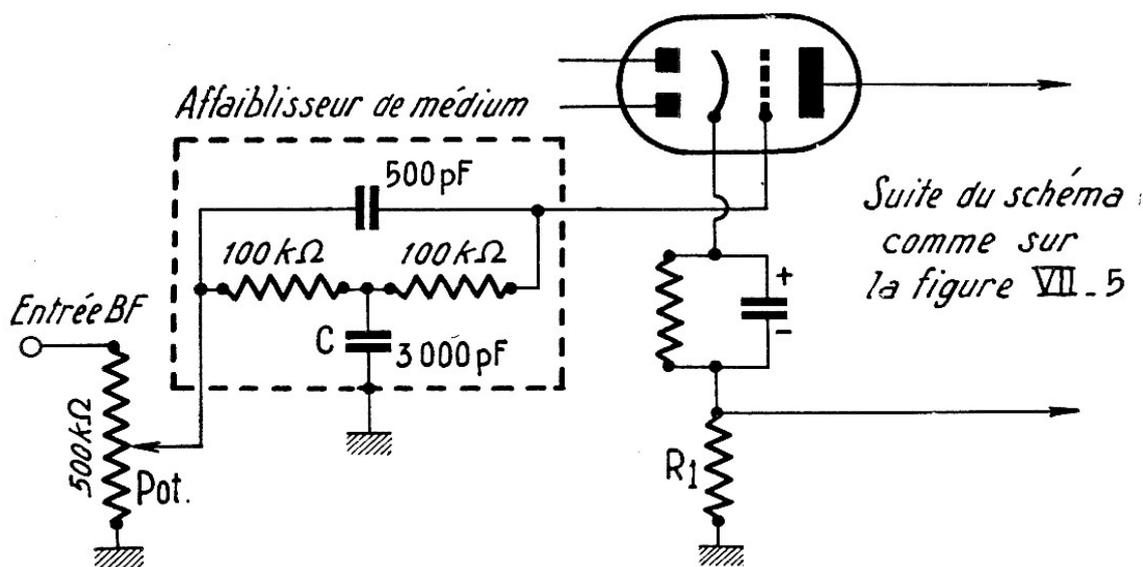

FIG. VII-7
a) Un circuit en T shunté, affaiblissant le médium, intercalé dans la grille du premier tube BF (voir la fig. VII-7) ;
C'est la valeur du condensateur C de la figure VII-7 qui détermine l'affaiblissement apporté sur le médium ; une capacité de 3 000 pF donne généralement satisfaction. Plus cette capacité est forte, plus l'atténuation est importante, et inversement.